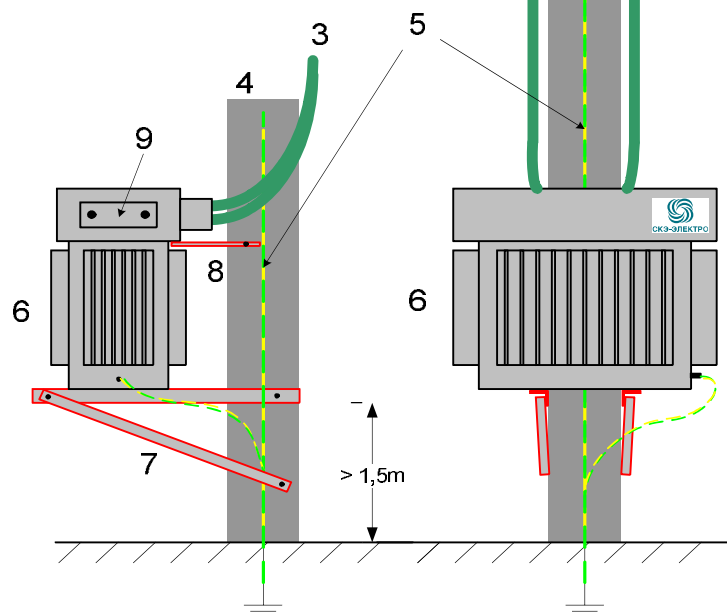

Рис.1 Монтаж вольтодобавочного трансформатора на опору ЛЭП
7.9.9 Выполнить разрыв проводов на опоре (рис.1, поз.4) линии, на которую будет устанавливаться вольтодобавочный трансформатор.
7.9.10 Подсоединить на данной опоре два кабеля, соответствующего сечения (рис.1, поз.3) с помощью зажимов к проводам приходящего и отходящего участков линии. Длина кабелей должна быть достаточной для подключения вольтодобавочного трансформатора.
7.9.11 На верхней части опоры к приходящему и отходящему участкам линии присоединить ограничители перенапряжения. Заземление ограничителей перенапряжения осуществляется с помощью заземляющего проводника (рис.1, поз.2), присоединенного к заземляющему контуру.
7.9.12 Установить металлическую раму (рис.1, поз.7) на опоре линии, на высоте не менее 1,5 м от уровня земли. Установить и закрепить на ней вольтодобавочный трансформатор. Верхняя опорная штанга (рис.1, поз.8) устанавливается, и крепится под крышкой вольтодобавочного трансформатора.
7.9.21 Открыть крышку технического обслуживания (рис.1, поз.9) на боковой стороне вольтодобавочного трансформатора. Повернуть выключатель с 0 на 1. (устройство начинает работать через 5 сек.)
8.9.3 Проверка устройств защиты. Для этого открыть крышку окна технического обслуживания (рис.1, поз.9). Проверить состояние разрядников. Цвет индикации состояния каждого разрядника должен быть зеленым с надписью ОК. В противном случае выемную часть разрядника заменить. Для замены выемной части разрядника необходимо повернуть выключатель с положения 1 в положение 0. Устройство при этом перейдет в режим байпаса – напряжение у потребителей изменится. Заменить выемную часть разрядника. Повернуть выключатель с 0 на 1. (устройство начинает работать через 5 сек.). Проверить напряжение на выходе вольтодобавочного трансформатора. Фазное напряжение должно составлять 225 В.